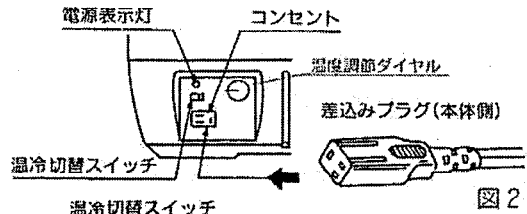

図2
1. 電源コードの差込みプラグ(本体側)を温冷庫のコンセントに差込んでください。(図2)